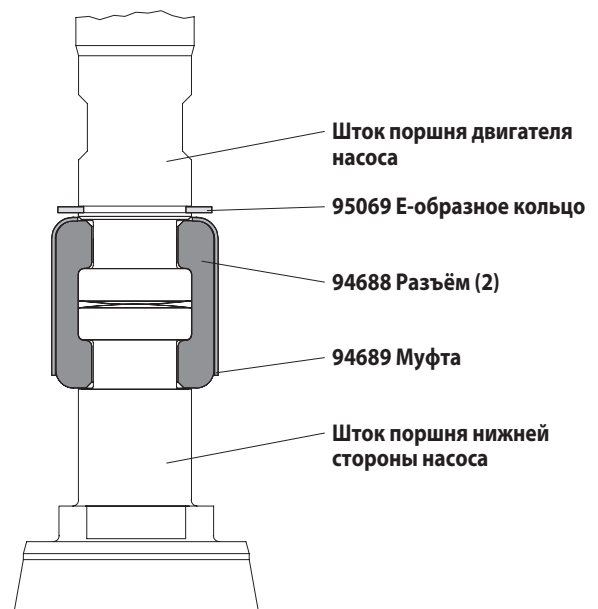

Рисунок 2
- Использование е кольцо плоскогубцы, слайд (95069) Е-образное кольцо вверх достаточно далеко чтобы позволить втулку, чтобы двигаться вверх и отпустить два разъема (см. рисунок 2). Пневматический двигатель отложите в сторону.